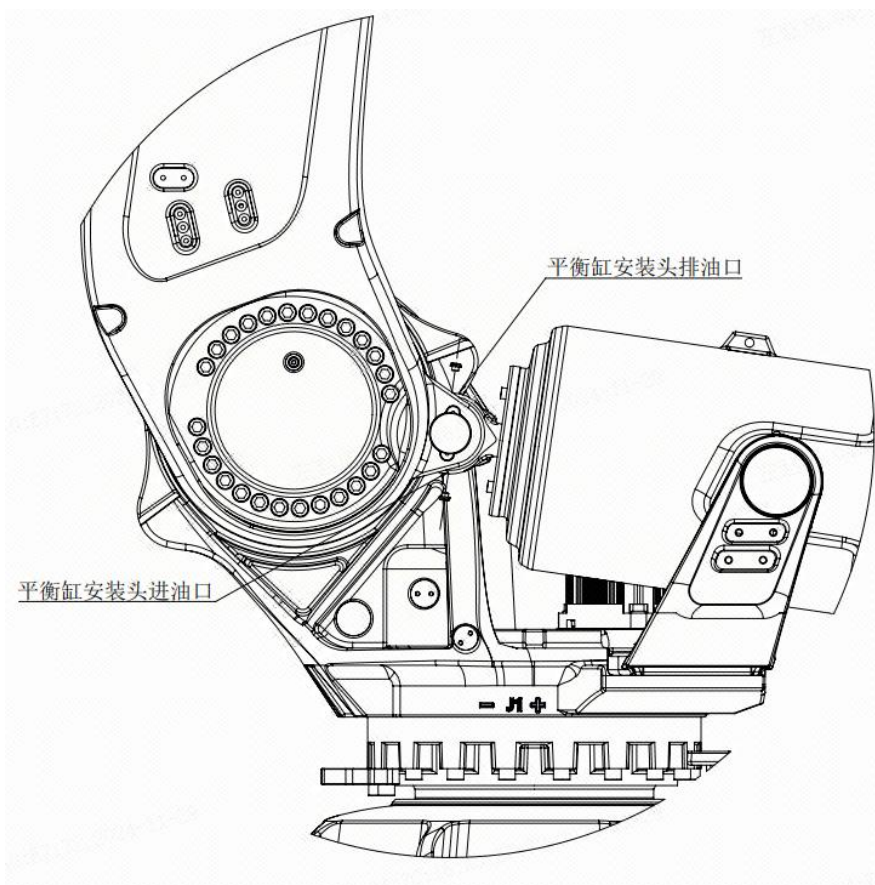

图 4-1 机器人注油口和排气口分布图
- 3) 拆下润滑供、排油口的内六角螺塞 M10*1, 见图 4-1, 在排油口下方放置润滑油承接容器, 为了避免污染机器人, 可根据需要安装排油用接头[M10×1]和排油软管[φ8×1m]